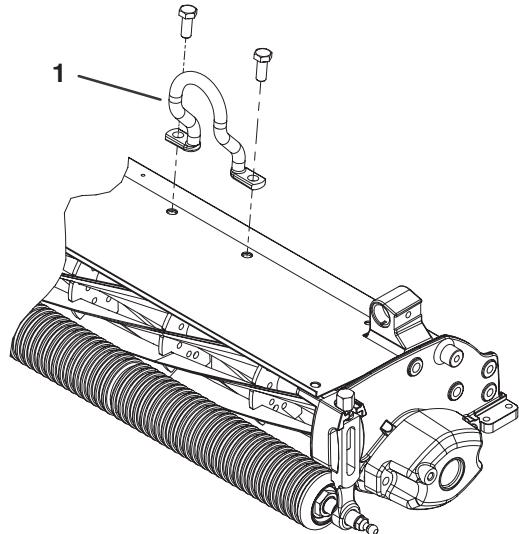

Figure 12
2. Montez le crochet de levage décentré (Fig. 12) sur le haut du plateau de coupe avec (2) vis de fixation M10-1,5. Serrez les vis à 34–40 Nm. Le crochet doit être orienté vers l'avant.